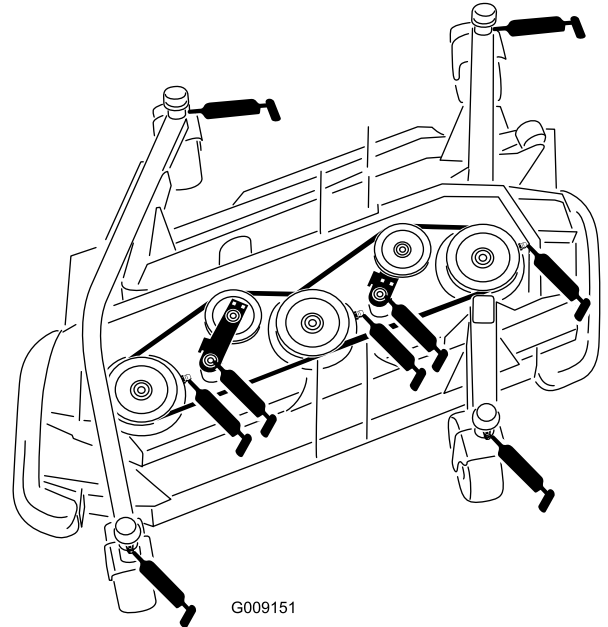

Figura 54
- Casquillo del eje de la horquilla de la rueda giratoria (4) (Figura 54)
- 3 cojinetes de eje giratorio (situados en el alojamiento del eje) tal y como se muestra en la Figura 54
- 2 casquillos de pivote de brazo tensor (situados en el eje del pivote tensor) tal y como se muestra en la Figura 54